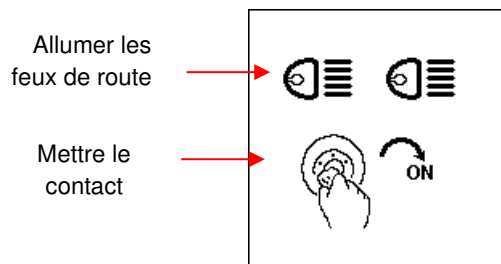
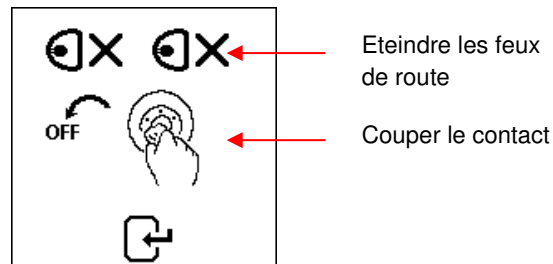

Fig.21
Fig.22
- Si le testeur détecte que la batterie a une charge de surface, il vous demandera de mettre la clé de contact sur ON et d'allumer les phares (Fig.21) pour décharger la batterie jusqu'à ce que l'affichage suivante affiche le contact coupé et les phares OFF (Fig.22) comme affichage ci-dessous, puis appuyez  sur pour continuer.